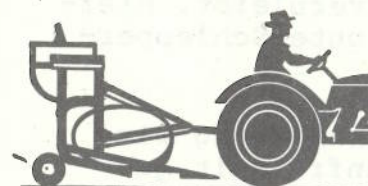

Abb.1
2. Normalanhangung an die Ackerschleppschleife, Abb. 1. Die seitliche Lage des Anhängepunktes an der Ackerschleppschleife richtet sich stets nach der Reihenweite der Rüben. Die Anhangung hat stets so zu erfolgen, daß zwischen